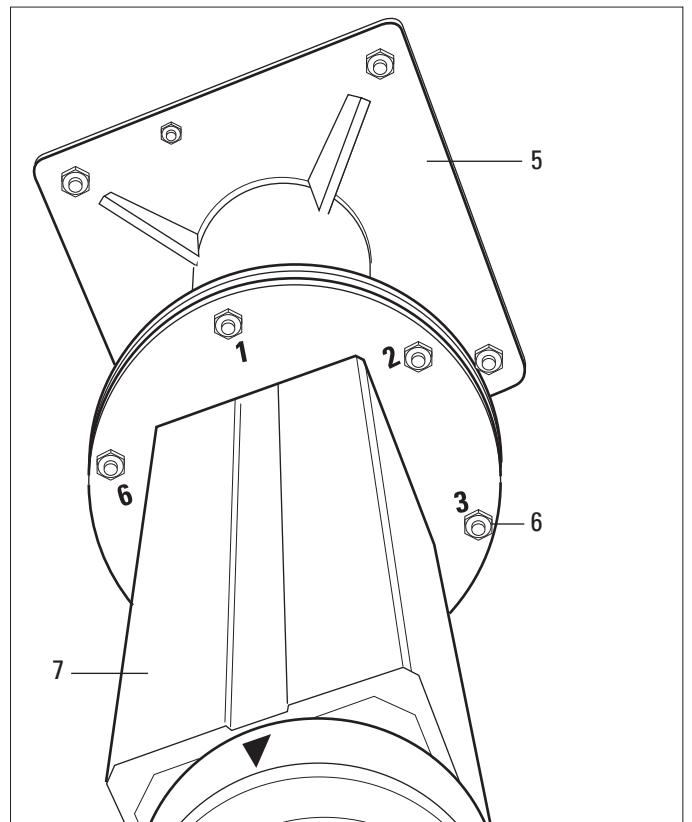

Bild 4 ,
⇒ Telescope Mount (7) an Decke fahren und an Konsole/Deckenplatte (5) provisorisch mit 6 M12-Muttern (6) befestigen (Bild 4).